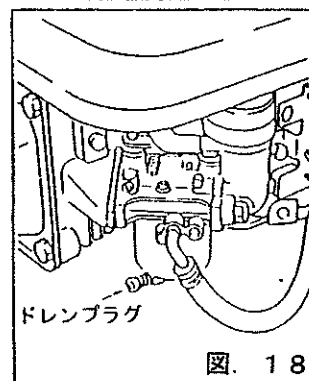

図. 18
(図. 18)
- (1) 燃料タンク及びキャブレター内のガソリンを抜きます。
- ・キャブレター内のガソリンを抜く場合は、キャブレターのドレンプラグを緩め、容器に受けて下さい。(図.18)
- (2) 交換の必要な部品は交換し、各部のボルト・ナットを点検し、緩んでいましたら確実に締め付けて下さい。
- (3) エンジンオイルを交換して下さい。
- (4) エアークリーナーを清掃して下さい。
- (5) さびやすい部品にグリスかエンジンオイルを塗布して下さい。
- (6) 点火プラグを外し、プラグ穴からエンジンオイルを5~10ml程度注油してリコイルスターターノブを2~3回引いた後、点火プラグを元のように締め付け、リコイルスターターノブを引いて重くなったところで止めて下さい。
- (7) 本機及びエンジンに付着したゴミ等はきれいに清掃して下さい。
- (8) カバーをかけ、湿気やホコリの少ない風通しの良い場所に保管して下さい。
- (9) 子どもの手がとどかない鍵のかかる場所に保管して下さい。